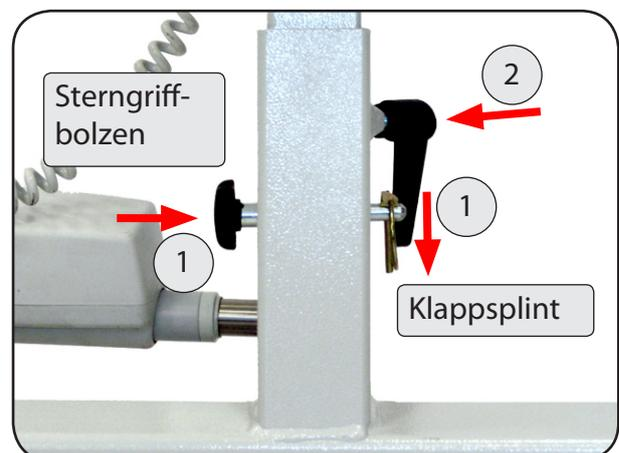

Abbildung 09
4. Sichern Sie den Standmast mit dem Sterngriffbolzen und Klappsplint (Pos. 1) und ziehen Sie den Klemmhebel (Pos. 2) zur Fixierung des Standmastes fest (Abbildung 09).